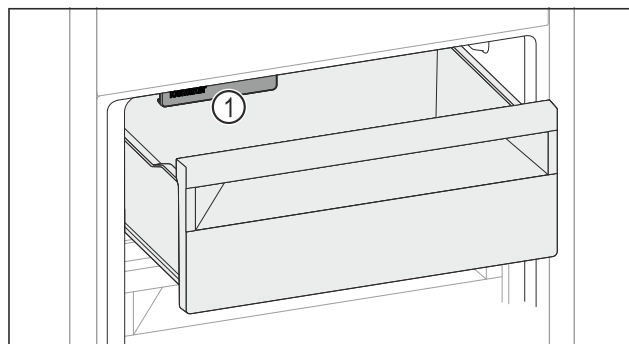

Fig. 162
- ▶ Prihliadajte na IceMaker Fig. 162 (1).